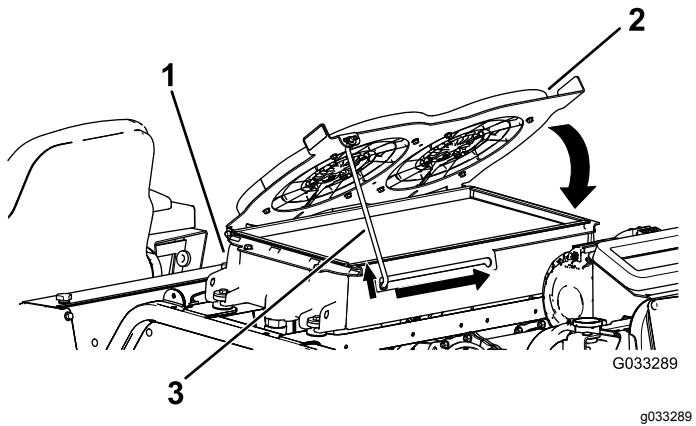

Figure 110
4. Faites pivoter les ventilateurs de refroidissement hydrauliques vers le bas et calez la béquille dans le cran (Figure 110).